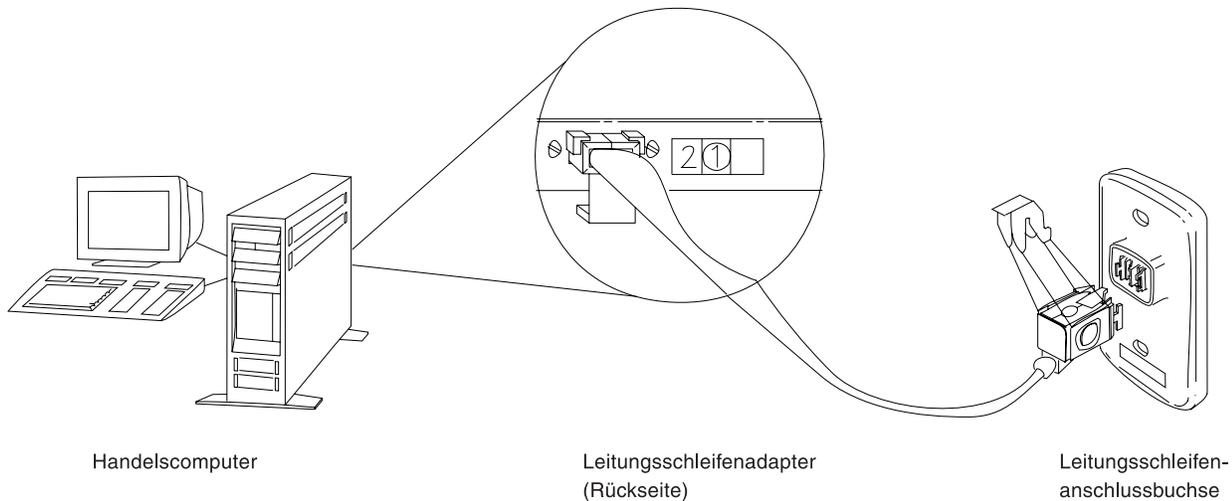
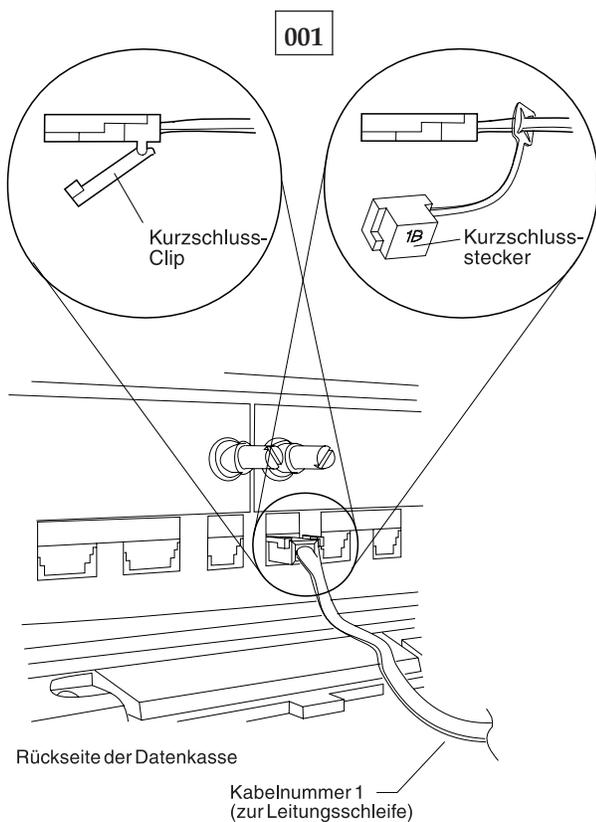

Abbildung 30. Leitungsschleifenadapter des Handelscomputers und Leitungsschleifenanschlussbuchse
Abbildung 31. Leitungsschleifenkabel 1 für Datenkasse Mod1 und Kurzschluss-Stecker 1B
- Sicherstellen, dass das Leitungsschleifenkabel an die Leitungsschleifenbuchse der Datenkasse angeschlossen ist, an der Nachricht W001 erscheint, und dass das andere Ende des Kabels an die Leitungsschleifenanschlussbuchse angeschlossen ist. Siehe Abb. 30 auf Seite 496 und Abb. 31 auf Seite 496.
- Den Primär-Handelscomputer von der Leitungsschleife trennen, indem das Leitungsschleifenkabel aus der Leitungsschleifenanschlussbuchse herausgezogen wird. Siehe Abb. 30 auf Seite 496.
- Den Backup-Handelscomputer von der Leitungsschleife trennen, indem das Leitungsschleifenkabel aus der Leitungsschleifenanschlussbuchse herausgezogen wird. Siehe Abb. 30 auf Seite 496.
- Diese Datenkasse Mod1 von der Leitungsschleife trennen, indem das Leitungsschleifenkabel aus der Leitungsschleifenanschlussbuchse herausgezogen wird. Siehe Abb. 30 auf Seite 496.
Ist das Leitungsschleifenkabel am Leitungsschleifenadapter des aktiven Handelscomputers angeschlossen? Siehe Abb. 30 auf Seite 496.